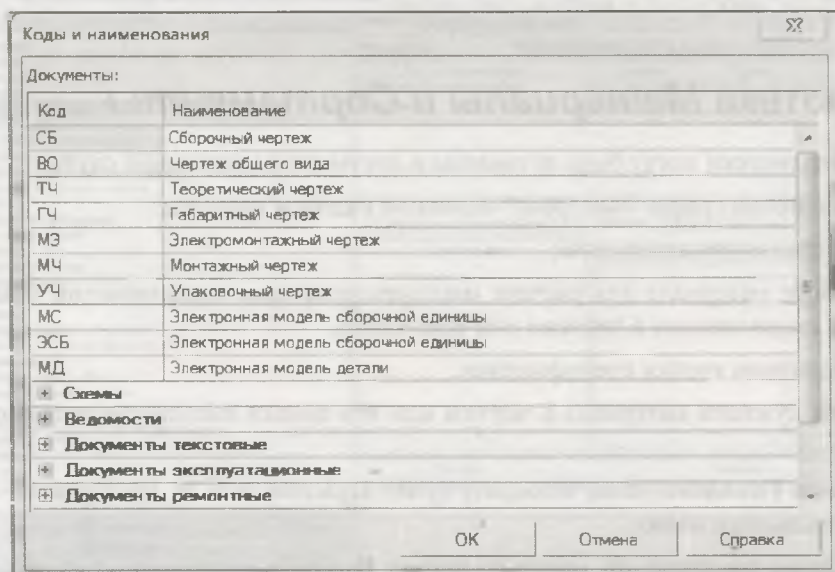

Рис. 14.16. Диалоговое окно Коды и наименования
- щелкните ЛК мыши в поле **Обозначение**. Далее необходимо ввести кодовое выражение документа в соответствии с принятыми на предприятии кодовыми шифрами. Шифр документа можно ввести автоматически, вызвав из контекстного меню активной основной надписи команду **Код документа**. Система выведет диалоговое окно **Коды и наименования** (рис. 14.16). В этом окне выделите нужный код и нажмите кнопку **ОК**. Обратите внимание, что шрифт надписи необходимо уменьшить в окне **Высота символов** на панели **Параметры**;